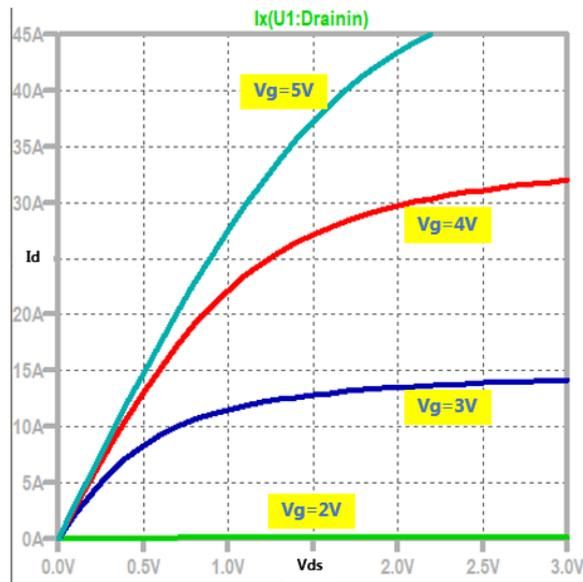

图 5 InnoGaN output LTspice仿真结果
- 4、 设置仿真参数并运行。根据仿真需求设置仿真参数，器件output曲线仿真结果如下图 5 所示。